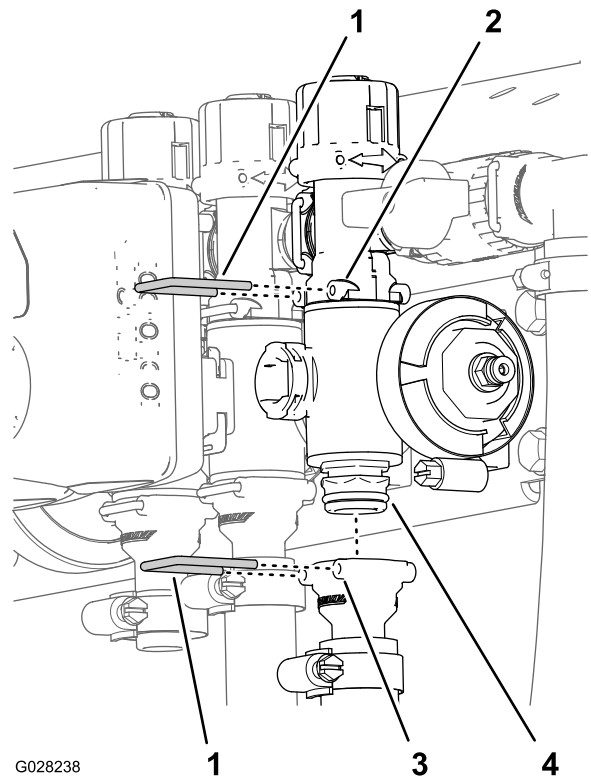

Bild 137
2. Entfernen Sie den Halter, mit dem der Abschnittventilverteiler am Anschlussstück des Sicherheitsventils befestigt ist (Bild 137).